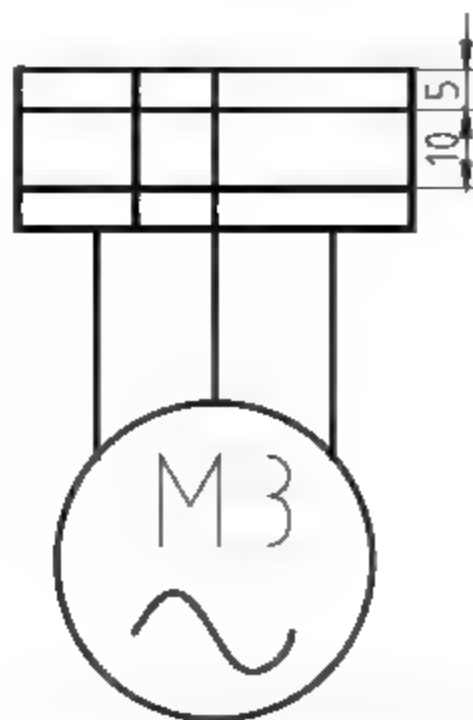

图6-105 偏移矩形边
(7) 再次调用O【偏移】命令，水平偏移矩形边，如图6-105所示。